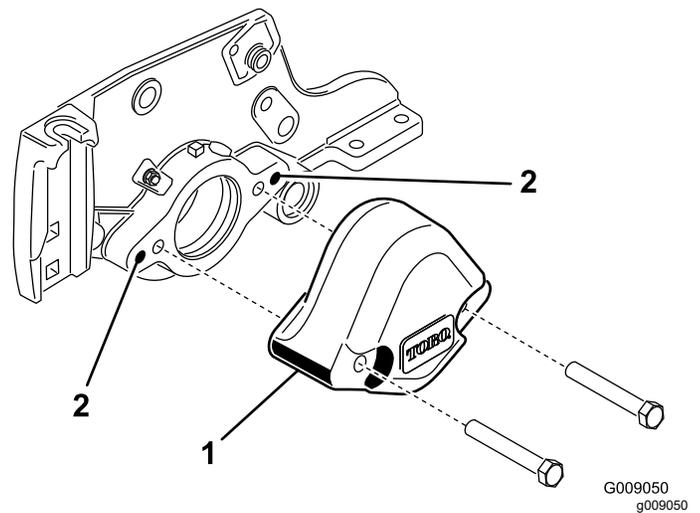

Figure 4
4. Avec un taraud de 3/8-16, retirez la peinture des trous de montage extérieurs des plaques latérales (Figure 4).
3. Retirez les 2 boulons de fixation du contrepoids à l'extrémité gauche de l'unité de coupe. Déposez le contrepoids (Figure 4).